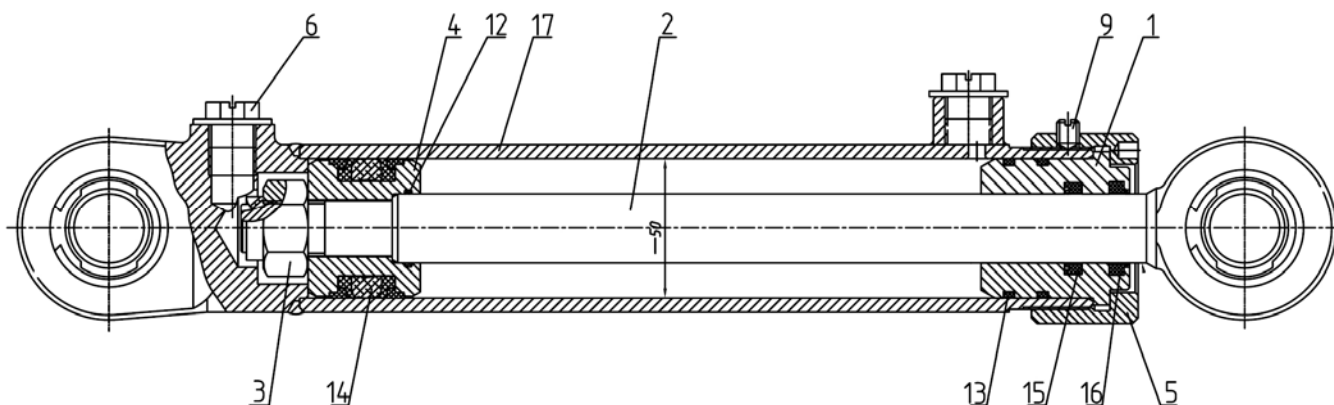

Рисунок 7.4 Гидроцилиндр
- а) отверните винт 9 (рисунок 7.4);